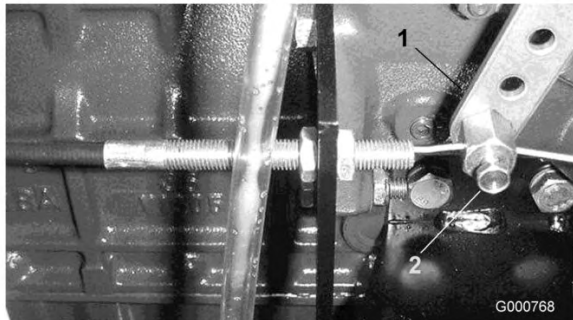

図 44
2. インジェクション・ポンプのレバー・アームの所にあるスロットル ケーブルのコネクタをゆるめる (図 44)。